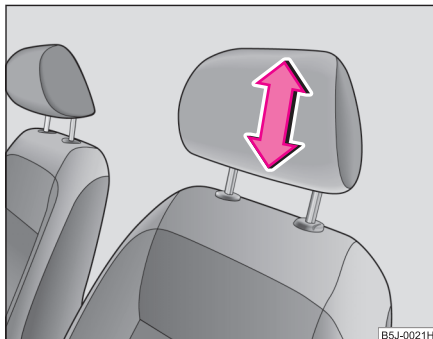

Fig. 47 Reglarea tetierei
- Cuprindeți tetiera cu ambele mâini de părțile laterale și împingeți în sensul tijelor de ghidare din metal, săgeata ⇒ **fig. 47** în sus sau în jos.